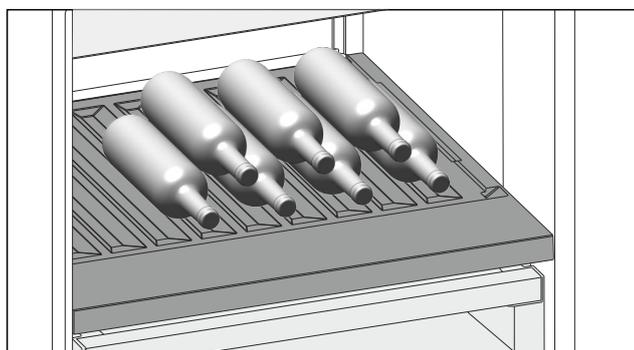

Fig. 116
- ▶ 将瓶底向后对着后壁放入瓶子。(参见 Fig. 116)